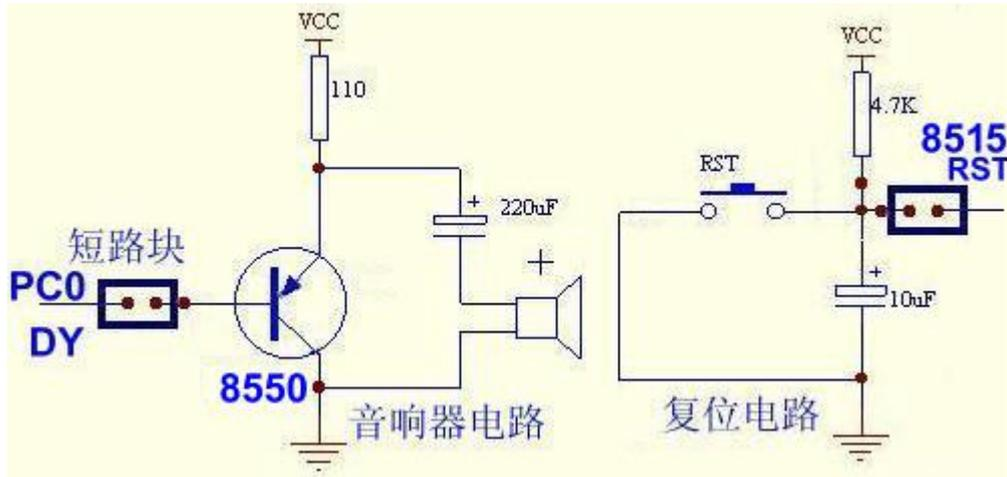

图 3.28
14. **DY** 图 3.28: 音响输入端,接相应器件的右下脚(5/11/15/21),插上短路块,接通 AT90S8515 的 PC0 的音响信号,也可用接插线接到单片机任何 I/O 脚上作音响输出;
15. **AVR RST 复位按钮**图 3.28: 作为程序下载后再启动复位用,一般情况程序下载结束或开机通电时程序就自动执行,可用接插线连接 RST OUT 与对应器件复位脚;本机出厂时/RST OUT 插块接通,接 AT90S8515 的复位脚;